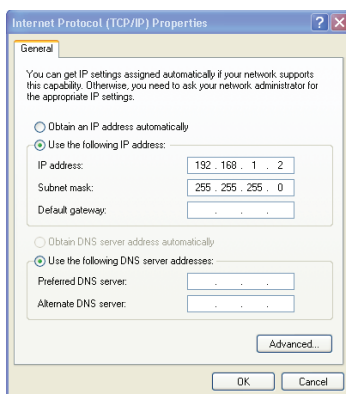

Рис. 6. Окно «Свойства: Протокол Интернета (TCP/IP)»
6. Выберите позицию Use the following IP Address (Использовать следующий IP-адрес) и введите параметры, как это показано на рис. 6.